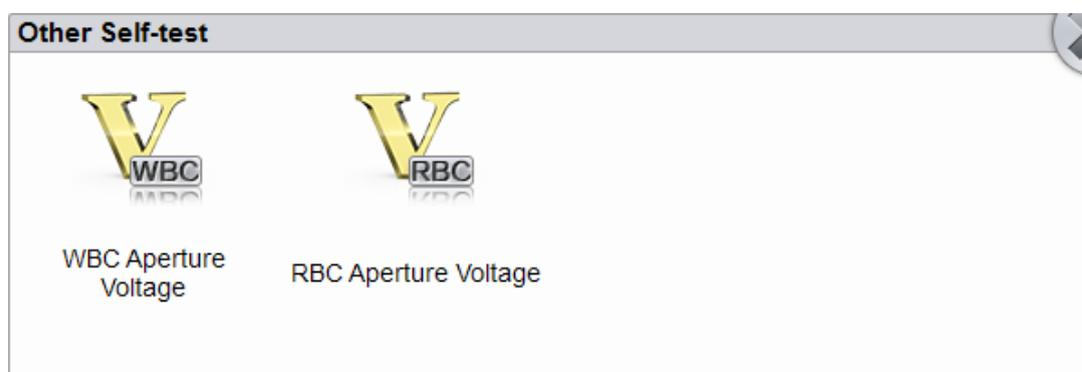

Рис. 12-11 Прочие самопроверки
2. Нажмите **Comprehensive Device** (Комплексное обслуживание) в меню **Maintenance** (Обслуживание анализатора) для перехода к меню, показанному на Рис. 12-11.: